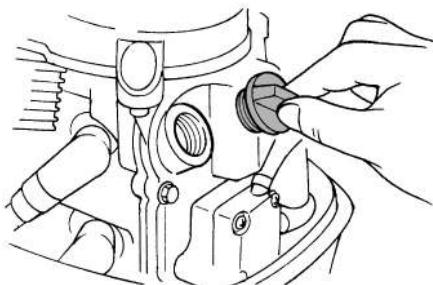
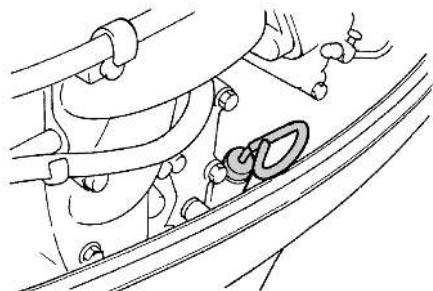

Рис. 22 Крышка маслозаливной
Рис. 23 Масляный щуп
- Открутите крышку маслозаливной горловины (Рис. 22), извлеките масляный щуп (Рис. 23) и протрите его насухо чистой ветошью.